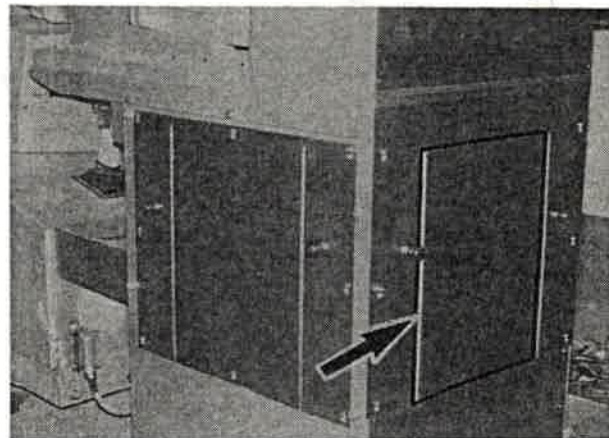

Bild 126
1. Rechte Wartungsklappe (Bild 126/Pfeil) des Schnecken­tro­gantriebs abnehmen.
1. Rechte Wartungsklappe (Bild 126/Pfeil) des Schneckenkrogantriebs abnehmen.